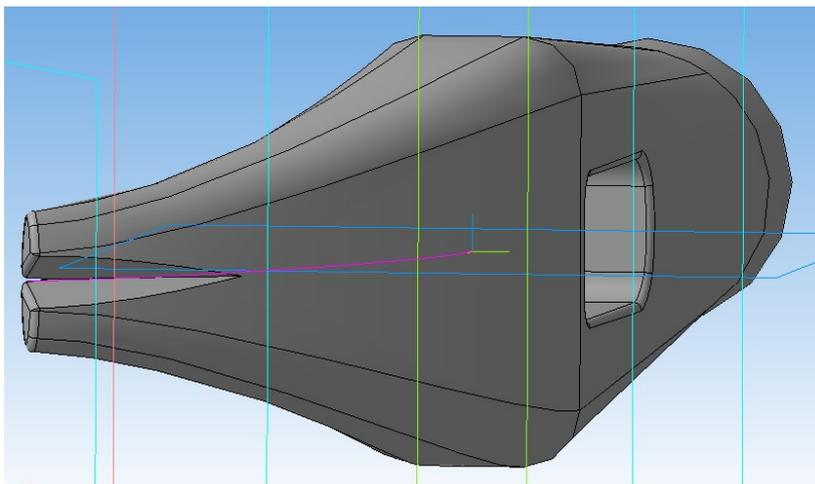

Рис. 94. Модель молотка готова
10. Остается «чисто косметически» выполнить скругление некоторых ребер модели (рис. 94). Напомним: «рабочие» ребра прорези гвоздодера и края бойка должны оставаться не скругленными!